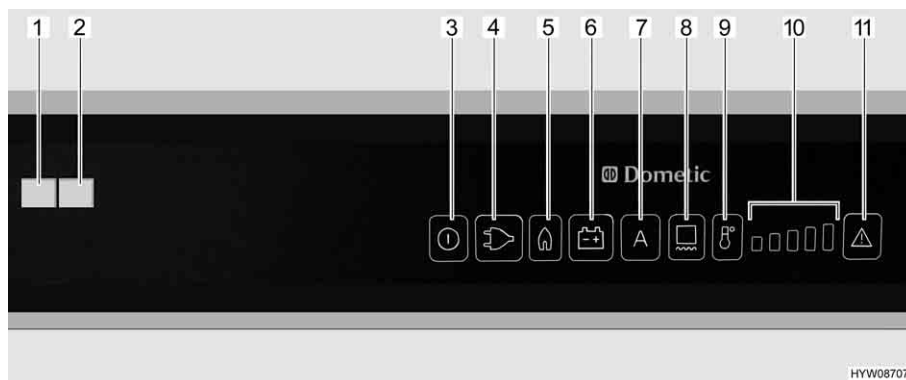

Fig. 96 Elementi di comando per il frigorifero (Dometic RMD)
Se è impostata la modalità di funzionamento "AES", la tensione a 230 V **non** è allacciata e il motore del veicolo è **spento**, il sistema AES seleziona il rifornimento di gas. Selezionando il funzionamento a gas, il dispositivo di sicurezza si apre automaticamente, così che il gas possa fluire al bruciatore. Contemporaneamente si inserisce l'accenditore elettronico. Se la fiamma del gas si spegne, p. es. a causa di un colpo di vento, l'accenditore viene subito azionato riaccendendo il gas. In caso di guasto del funzionamento a gas, lampeggiano i tasti luminosi "Gas" (Fig. 96,5) e "Guasto" (Fig. 96,11). La spia di controllo "Guasto" (Fig. 96,1) è accesa e viene emesso un allarme acustico per 20 secondi.
Dopo l'accensione il frigorifero seleziona automaticamente la regolazione intermedia del termostato. Questa regolazione può essere modificata manualmente tramite il tasto di selezione del livello di temperatura (Fig. 96,9). Le spie di controllo (Fig. 96,10) indicano la temperatura selezionata sul termostato. Il tasto di selezione del livello di temperatura permette di regolare la temperatura di refrigerazione per tutti e tre i tipi di energia. Ci vogliono alcune ore prima che il frigorifero raggiunga la temperatura normale di esercizio. Cambiando la modalità di funzionamento la regolazione del termostato non viene modificata. La temperatura di refrigerazione è indipendente dal tipo di energia utilizzata.
- Accendere il riscaldamento del telaio per 2 ore: Premere una volta il tasto (Fig. 96,8). Sull'indicazione dei gradi di temperatura (Fig. 96,10) si accende una barra.
- Accendere il riscaldamento del telaio per 5 ore: Premere due volte il tasto (Fig. 96,8). Sull'indicazione dei gradi di temperatura (Fig. 96,10) si accendono due barre.
- Regolazione del riscaldamento del telaio ad esercizio continuo: Premere tre volte il tasto (Fig. 96,8). Sull'indicazione dei gradi di temperatura (Fig. 96,10) si accendono tre barre.
L'indicazione dei gradi di temperatura (Fig. 96,10) indica per alcuni secondi la durata di esercizio del riscaldamento del telaio.
Nel caso di temperature esterne ed umidità dell'aria elevate è possibile che si formino gocce d'acqua sul telaio in metallo del vano congelatore. Per questo motivo il frigorifero è dotato di un riscaldamento del telaio per il vano congelatore. Nel caso di temperature e umidità dell'aria elevate, accendere il riscaldamento del telaio con il tasto (Fig. 96,8). È possibile così evitare fenomeni di corrosione. Quando il riscaldamento del telaio è acceso, si accende il tasto luminoso (Fig. 96,8).
- Premere il tasto On/Off (Fig. 96,3) per circa 2 secondi. Il frigorifero si accende e viene visualizzato l'ultimo tipo di energia impostato, oppure "AES".
- Impostare la temperatura di refrigerazione con il tasto di selezione del livello di temperatura (Fig. 96,9). Le spie di controllo (Fig. 96,10) indicano la temperatura selezionata sul termostato.
- Premere il tasto On/Off (Fig. 96,3) per circa 2 secondi. Il frigorifero si spegne e le indicazioni smettono di lampeggiare.